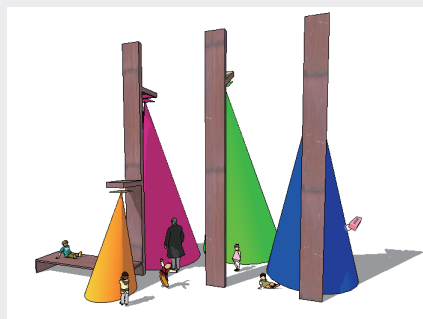

图3-30
- 04 用退回操作还原素材文件原始状态。按住Ctrl键在线段上单击，此时线段将被柔化，看不到构成对象的轮廓线，如图3-30所示。